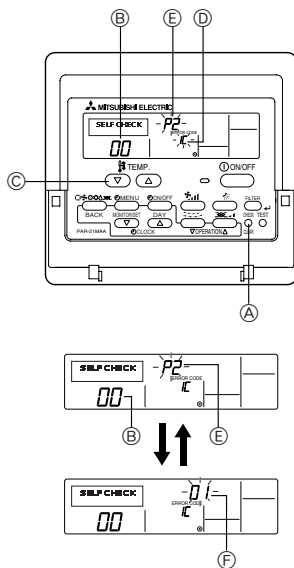

Fig. 7-2
7.3. Autotest (Fig. 7-2)
- ① Encienda el aparato.
- ② Pulse el botón [CHECK] dos veces.
- ③ Ajuste la dirección del refrigerante mediante el botón [TEMP] si utiliza un control de sistema.
- ④ Pulse el botón [ON/OFF] para terminar el autotest.